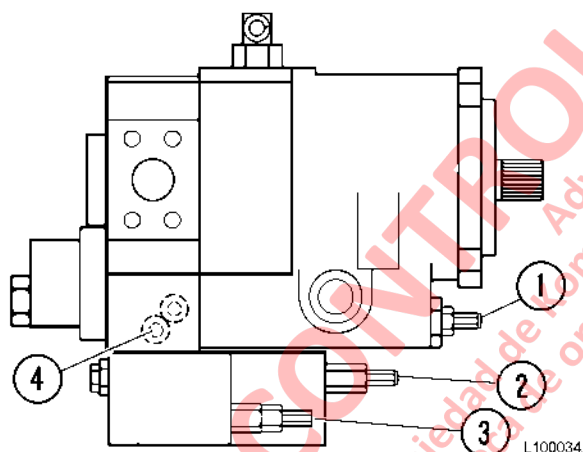
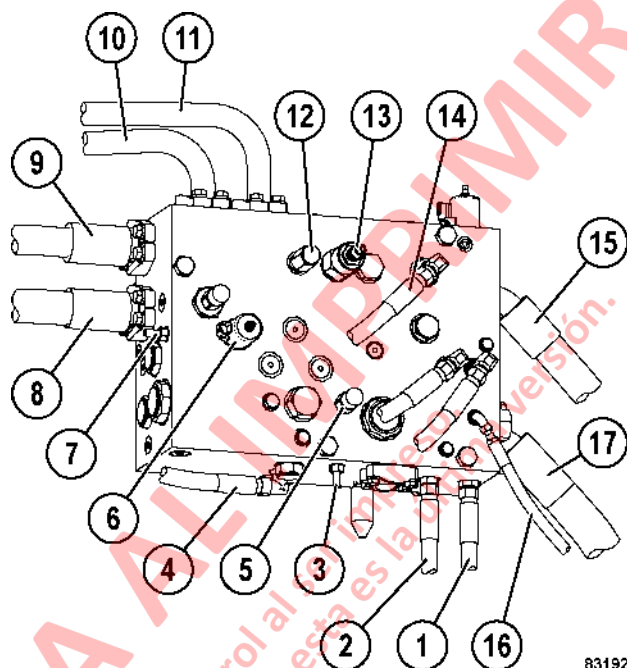

FIGURA 10-9. AJUSTES DE BOMBAS DE DIRECCIÓN Y DE FRENO
FIGURA 10-10. MANIFOLD DE PURGA
El circuito de dirección puede ser aislado del circuito de freno liberando primero toda la presión del sistema de dirección, luego libere toda la presión de los acumuladores de frenos y retire todos los ductos de suministro de sistema de freno (4, figura 10-10) desde el manifold de purga. Ponga el tapón de la manguera de suministro de freno y tape el conector en el manifold de purga para evitar fugas de alta presión.
3. Instale un medidor de presión exacto de 35 000 kPa (5000 psi) en el Puerto de prueba "GPA" (4, figura 10-9) situado en el lado de succión de la bomba de presión. Instale un medidor de segundo 35 000 kPa (5000 psi) en el puerto de prueba del manifold de purga "TP2" (3, Figura 10-10).
4. Gire el tornillo de ajuste de la válvula de descarga (2, figura 10-9) hacia la derecha hasta el fondo.
5. Saque el tornillo de ajuste del compensador (3) girándolo en sentido antihorario.
6. Arranque el motor y ajuste compensador de presión (3) para obtener 22 925 kPa (3.325 psi) en el manómetro en el puerto de bomba "GPA". Apriete la contratuerca del compensador.
8. Saque el tornillo de ajuste de la válvula de descarga (2, figura 10-9) completamente.
1. Desconecte el ducto de retorno del amplificador de flujo (9, figura 10-10) en el manifold de purga. Ponga el tapón en el manifold de puerto de purga.
1. Con los ductos hidráulicos desconectados de la unidad de Control de dirección y flujo de prueba de salida del amplificador, desconecte la manguera de retorno de la válvula piloto de izaje (14, figura 10-10) situada en el lado del manifold de purga. Ponga el tapón en el puerto del manifold de purga.
3. Desconecte el ducto de retorno del tanque (15, figura 10-10) desde el manifold de purga. Conecte la manguera de retorno de la válvula piloto que se sacó en el paso 1 a la ducto de retorno del tanque, o conéctelo al puerto de llenado del tanque hidráulico. No conecte la manguera de retorno piloto de izaje.
Si la fuga es excesiva, el solenoide de purga (6, figura 10-10), la válvula de alivio del sistema dirección (13), o la válvula de retención con piloto, ubicada en la parte superior del manifold de purga está defectuosa y debe ser reemplazada.
1. Instale un indicador de presión de 35.000 kPa (5000 psi) en "TP2" (3, Figura 10-10) en el manifold de purga de la dirección.